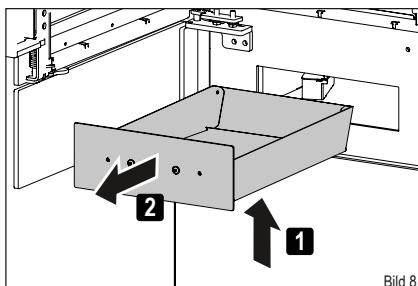

Bild 8
- ▶ Ziehen Sie den Aschebehälter an der Abdeckung aus der Öffnung heraus (Bild 8).